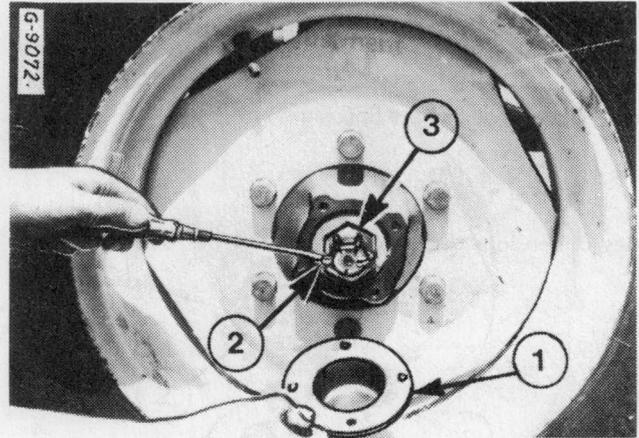

Figure 95
Si nécessaire, enlevez les chapeaux de moyeux (1, fig. 95) et resserrez l'écrou de réglage des roulements (3) jusqu'à disparition complète du jeu et jusqu'à ce qu'une résistance certaine se fasse sentir sur la clé. Faites tourner la roue lors du resserrage jusqu'à ce qu'elle commence à résister légèrement.